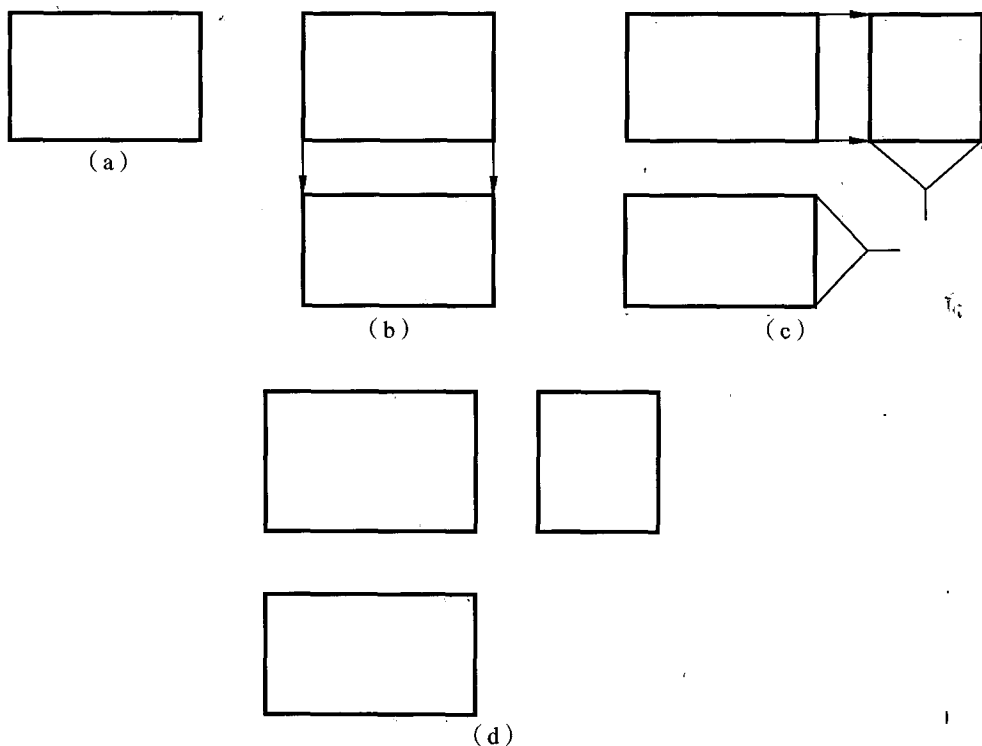

图 1-18
- (2)假想将物体置于三面投影体系中放正,按正投影法向各投影面投影;
- (3)用细实线绘制主视图,如图 1-18(a)所示;
- (4)按“长对正”关系绘制俯视图,并注意与主视图保持一定的间距,如图 1-18(b)所示;
- (5)按“高平齐与宽相等”的关系绘制左视图,同样应与主视图保持一定的间距,保证宽相等的方法。建议:用圆规截取,如图 1-18(c)所示;
- (6)检查全图,擦去多余图线,加深描粗轮廓线,完成全图,如图 1-18(d)所示。